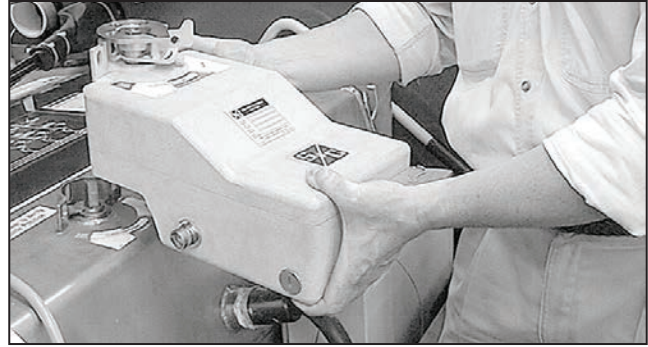

Figura 67. Coloque el moto-operador sobre el eje de operación del equipo.
PASO 1. Conecte el moto-operador al equipo. Coloque el moto-operador sobre el eje de operación del equipo. Ver Figura 67.